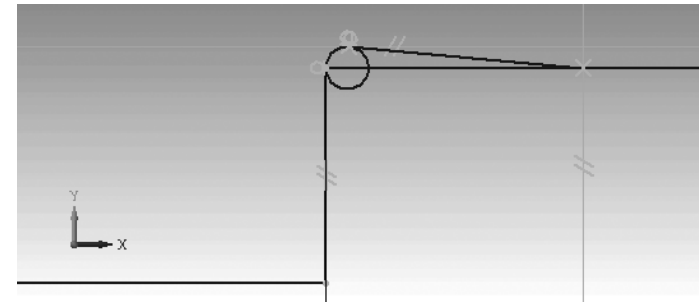

Рис. 2.68. Результат построения **Касательного отрезка через внешнюю точку**
- щелкните на **Специальной панели инструментов** по кнопкам – **Создать объект** и – **Прервать команду** Таким образом, будет построен нужный **Касательный отрезок через внешнюю точку** (рис. 2.68).